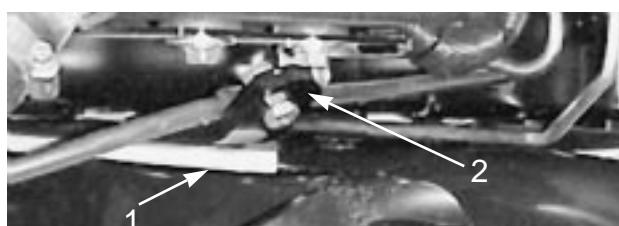
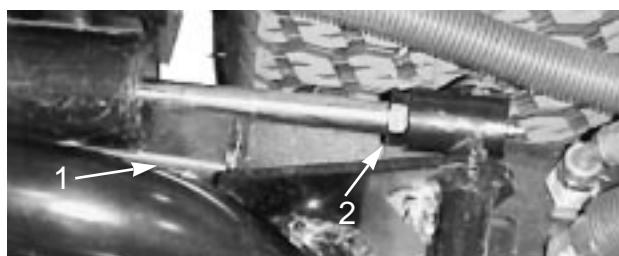

図13
図14
3. エンジンを始動し、昇降アームを上昇させ、後ろカッティングユニットのウェア・バーの上部についているウェア・ストラップからバンパー・ストラップまでの距離（図13）が、0.5~2.5 mmの間にあるかどうか点検し、この範囲になければ後昇降シリンダを調整する。シリンダの調整は、カッティングユニットを降下させ、シリンダのジャムナット（図14）を戻し、シリンダロッドのナットに近い方の部分をウェスとプライヤで握って回して行う。調整ができたらカッティングユニットを上昇させて隙間を点検し、必要に応じて再調整する。